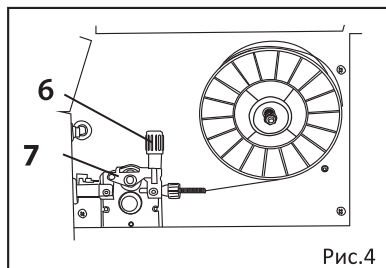

Рис.4
4. Установка сварочной проволоки (Рис.4)